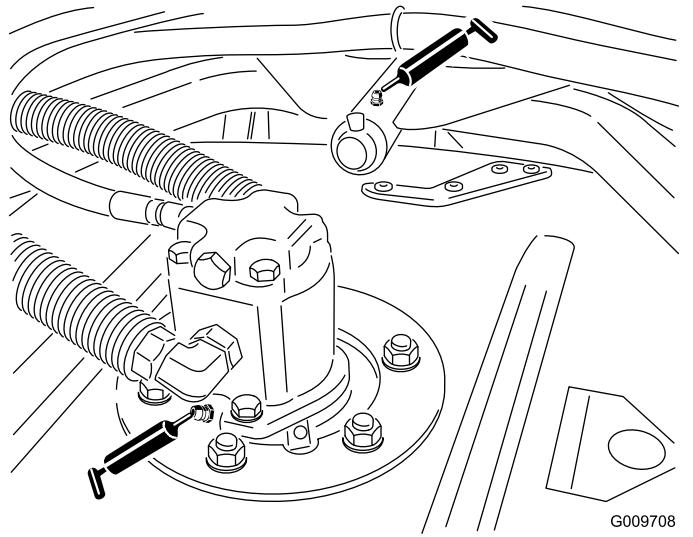

Bild 62
- Spindelwellenlager des Mähwerks (2 pro Mähwerk), wie in Bild 62 abgebildet
- Trägerarmbüchsen des Mähwerks (1 pro Mähwerk), wie in Bild 62 abgebildet